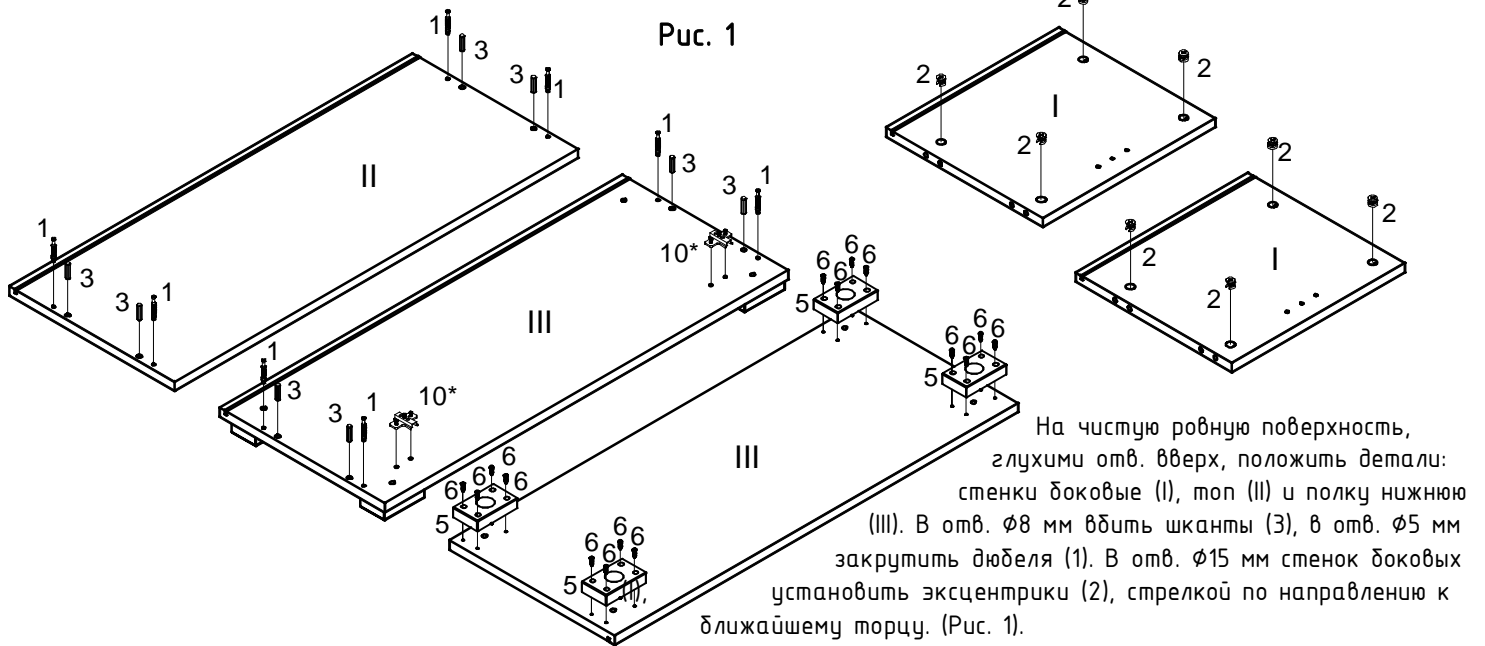

Рис. 1
На чистую ровную поверхность, глухими отв. вверх, положить детали: стенки боковые (I), топ (II) и полку нижнюю (III). В отв. $\phi 8$ мм вбить шканты (3), в отв. $\phi 5$ мм закрутить дюбеля (1). В отв. $\phi 15$ мм стенок боковых установить эксцентрики (2), стрелкой по направлению к ближайшему торцу. (Рис. 1).
Полку нижнюю (III) положить отв. $\phi 2$ мм вверх и прикрутить опоры (5) саморезами (6). Перевернуть полку нижнюю (III), и в отв. $\phi 8$ мм вбить шканты (3). В отв. $\phi 5$ мм закрутить дюбеля (1) и установить ответные планки петли (10*) (Рис. 1).